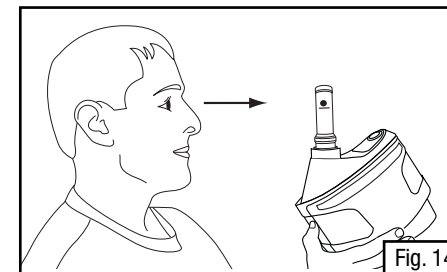

Fig. 14
- o Com o indicador do fluxo de ar na posição vertical, certifique-se de que a parte de baixo da esfera flutuante esteja a, ou acima da marca do fluxo mínimo (Fig. 14). O indicador de fluxo deve encontrar-se numa posição vertical para uma leitura precisa.